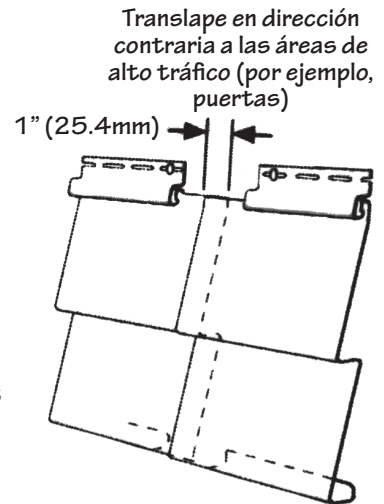

Figura 37.
- Cuando se traslapen los paneles, verifique que estén traslapados la mitad del largo de la lengüeta al extremo del panel, o aproximadamente 1" (25.4mm) (Figura 37).
- Siempre traslape las uniones alejadas de las entradas y del punto de mayor tráfico. Esto mejorará la apariencia general de la instalación (Figura 37).